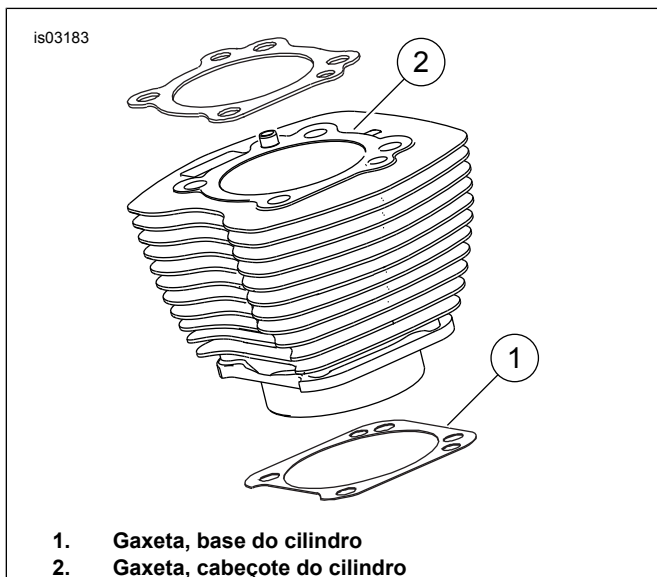

Figura 1. Gaxetas dos cilindros
Veja Figura 1. A gaxeta da base do cilindro de 103,12 mm (4,060 pol.) (1) e a gaxeta do cabeçote do cilindro (2) eliminam a necessidade de anéis de vedação "o-ring". Não use anéis